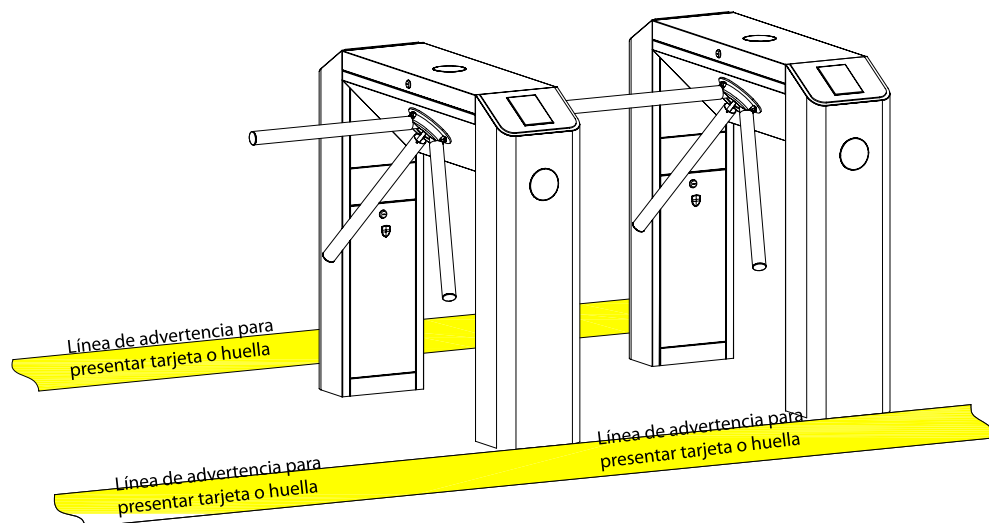

Figura 3-2
2. Se sugiere establecer una línea de advertencia para presentar la tarjeta o huella de los usuarios a una distancia moderada con el fin de reducir la probabilidad de fallos por el uso incorrecto del equipo como se muestra en la figura 3-2.